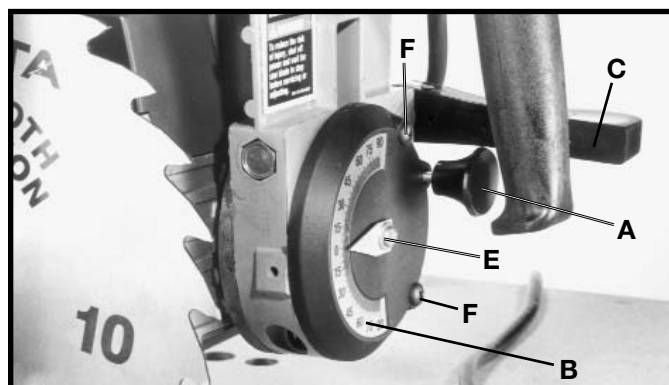
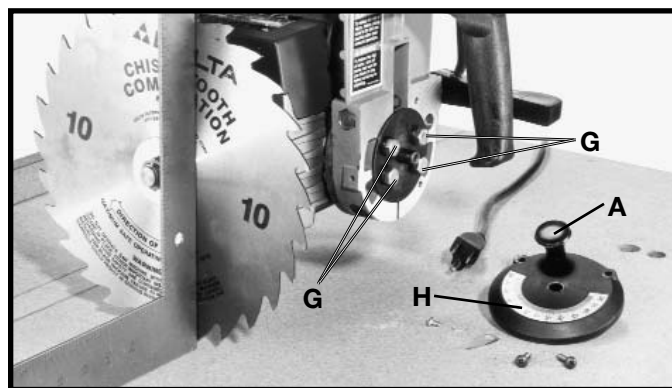

Fig. 40
Fig. 42
4. Asegúrese de que la perilla del índice de biselado (A) Fig. 40 quede engranada y que el motor esté en una posición horizontal. Apriete la palanca de abrazadera de biselado (C).
6. Si se requiere cualquier ajuste, asegúrese que la palanca de agarradera de biselado (C) Fig. 40 quede apretada. Quite el tornillo, la arandela plana y el indicador (E) Fig. 40. Quite los dos tornillos (F) Fig. 40 y el plato de la escala de biselado (H) Fig. 42 con la perilla de índice (A).
7. Afloje los cuatro tornillos de cabeza hexagonal (G) Fig. 42. Incline el motor hasta que la hoja de la sierra quede paralela con la escuadra. Apriete los cuatro tornillos de cabeza hexagonal (G).
8. Reponga el plato de la escala de biselado (H) Fig. 42, con la perilla de índice (A), los dos tornillos y el indicador que fueron quitados durante el **PASO 6**. **AVISO: Ajuste el indicador a "cero" en la escala del índice de biselado.**